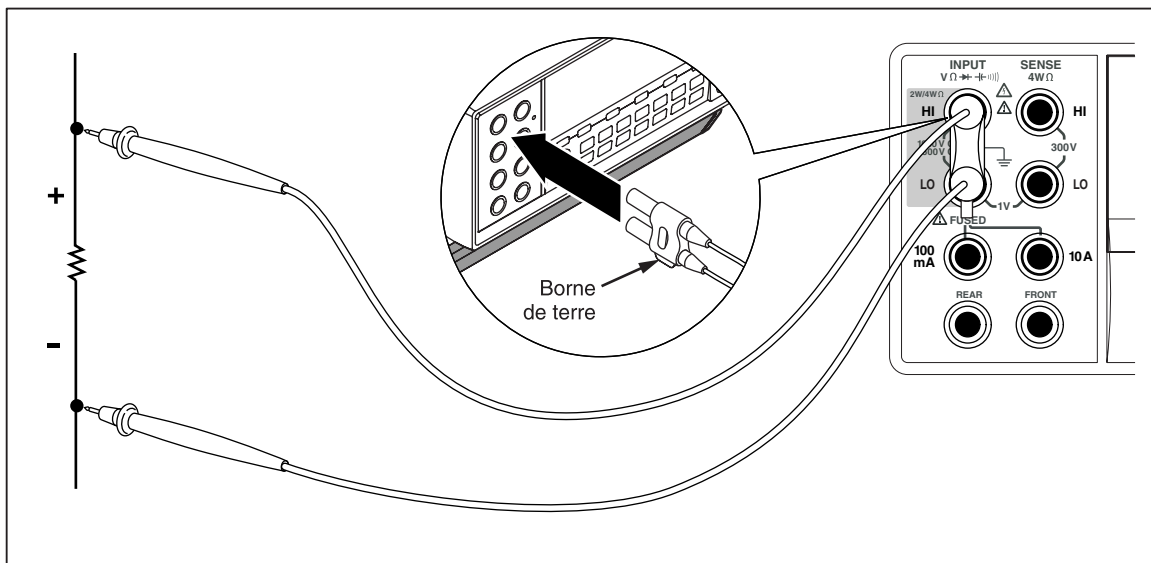

Figure 4-3. Branchements d'entrée pour les mesures de résistance à 4 fils à l'aide des cordons 2x4 fils
1. Raccordez les cordons de mesure aux connecteurs d'entrée du multimètre conformément à la figure 4-3.